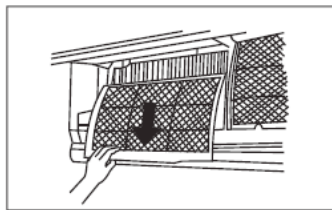
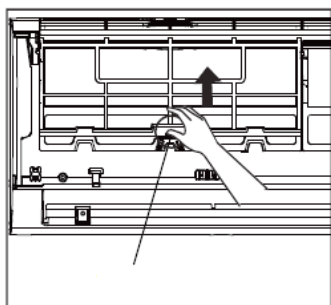

fig. 18 -
fig. 17 -
3. Îndepărtați filtrele împingând în sus filetele centrale până când se eliberează de dispozitivul de fixare și glisați-le în jos ("fig. 17 -" e "fig. 18 -")